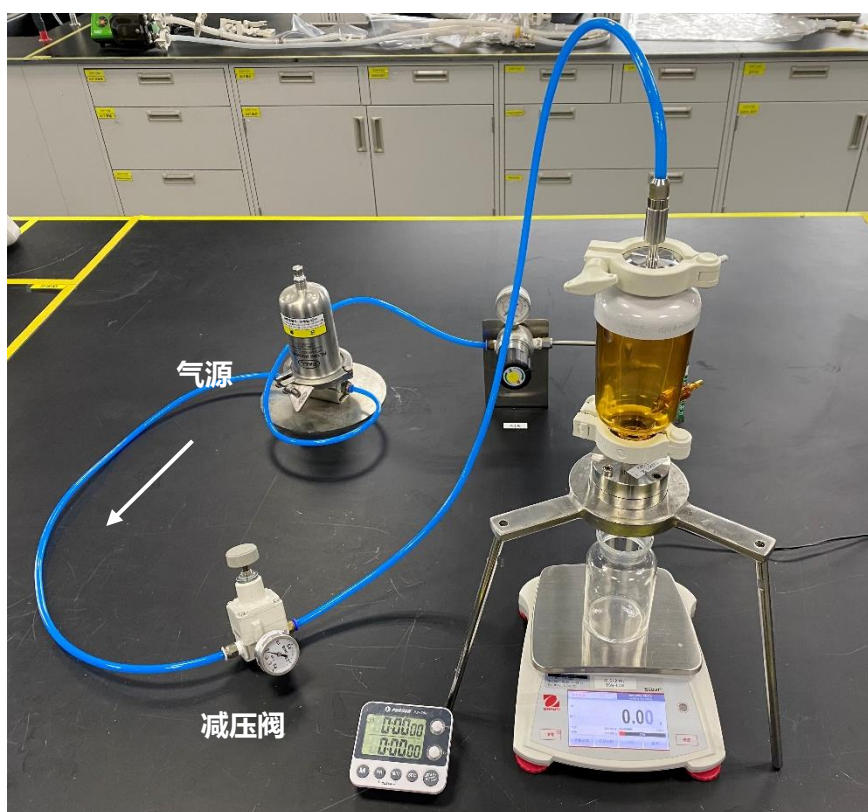
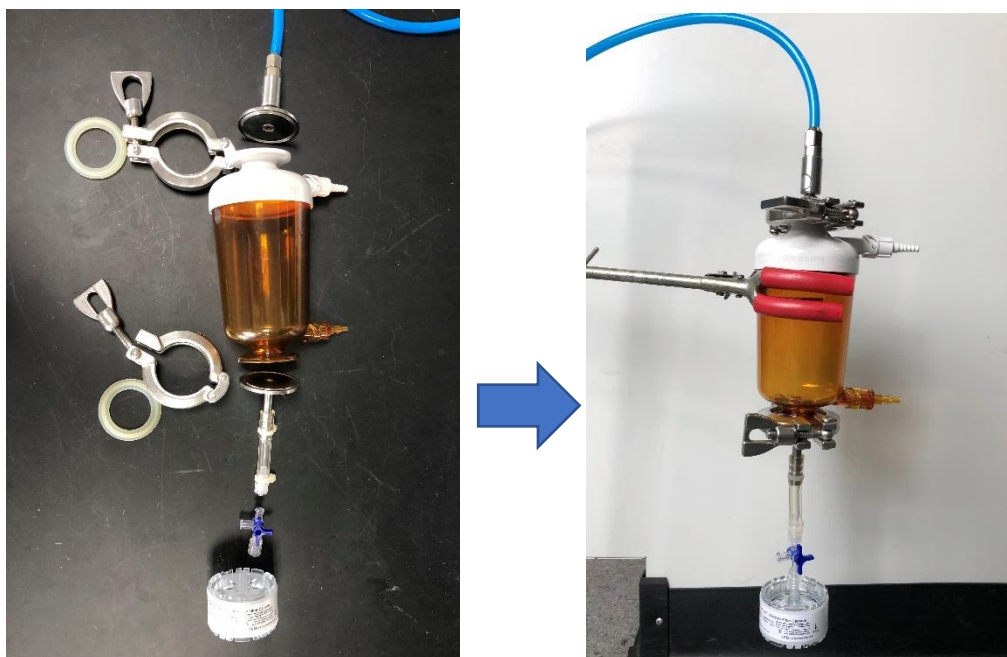

图 1. 除病毒过滤装置示意图
图 8. Minidisc 囊式滤器与压力罐连接方式
3.2.1 使用 47 mm 的除病毒滤膜 FTKSV4，需搭配夹具使用，有效过滤面积 11.1 cm²。过滤装置按照图 1 所示进行安装，气管与气源连接，压缩空气和氮气均可。连接减压阀时需注意进出口方向。
3.3.1 使用 SV4 Minidisc 囊式滤器，过滤装置可参考图 1 所示进行连接。气管与气源连接，压缩空气和氮气均可，连接减压阀时需注意进出口方向。压力罐与 SV4 Minidisc 囊式滤器的连接方式如下图 8 所示，注意区分滤器方向。